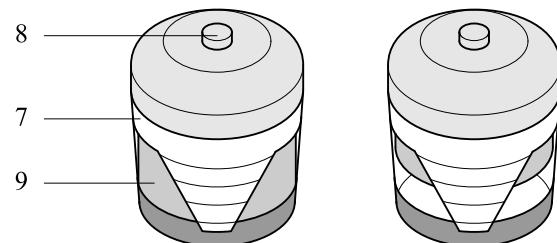

Fig. 5.3 Vacuumindikator
1. Løsn låseklemmerne (1) og tag støvudskilleren (2) ud. Rens udskilleren.
2. Tag elementet (4) ud af filterbeskyttelsen (5).
5. Nulstil vacuumindikatoren (fig. 5.3).